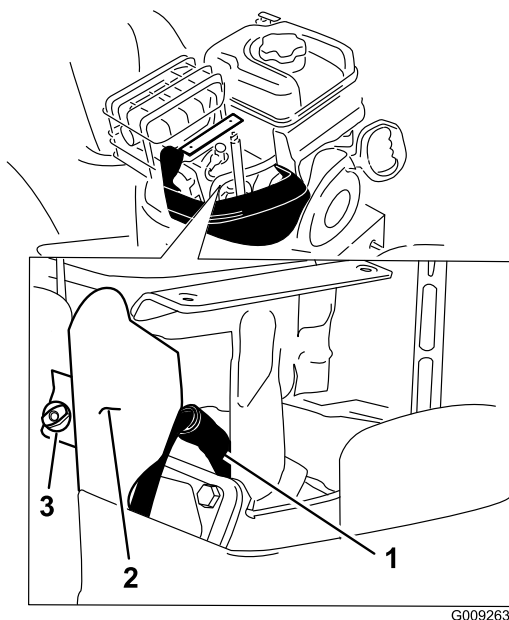

Figure 47
- Enlevez les vis à oreilles du support et le support (Figure 47).
5. Nettoyez la surface autour de la base de la bougie (Figure 47).